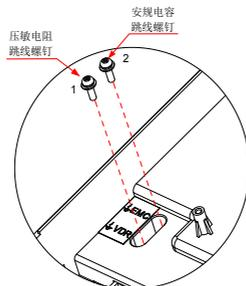

图 3-37 地对地压敏电阻（VDR）、安规电容（EMC）位置示意图
- 本产品适用于中性点接地的电网系统，如果用于 IT 电网系统（中性点未接地的电网系统），需要将地对地压敏电阻（VDR）和对地安规电容（EMC）都拆掉，如图 3-37 所示的 1 号和 2 号螺钉，并且不能安装滤波器，否则可能会导致伤害或变频器损坏。
- 在配置漏电断路器场合中，如果出现起动中跳漏现象，可以将地对地安规电容（EMC）拆掉，如图 3-37 所示的 2 号螺钉。